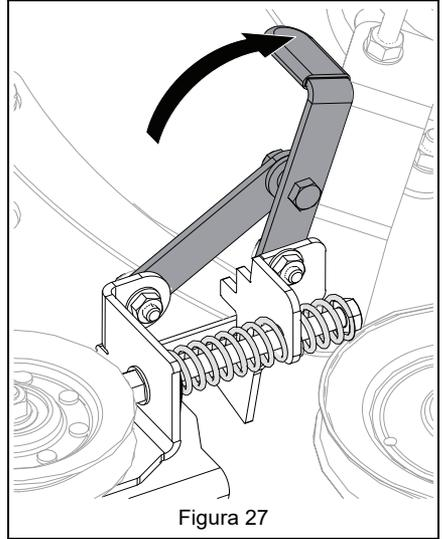

Figura 27
2. Coloque el tensor en posición destensada. Consulte Figura 27.